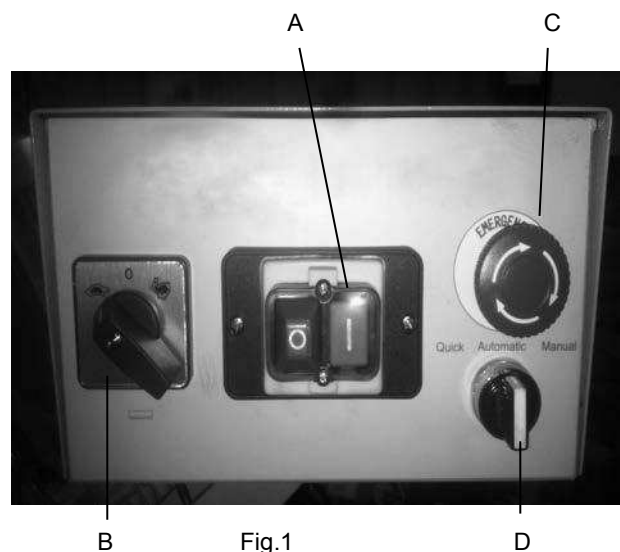
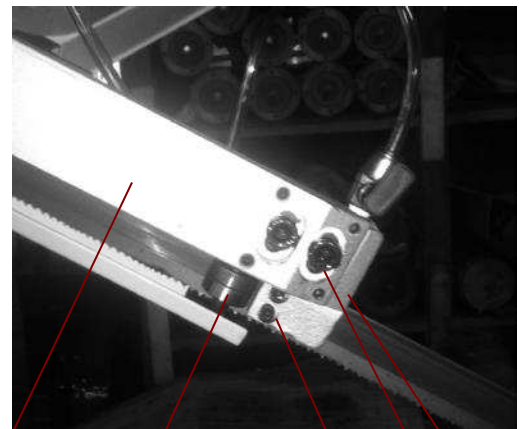

Fig.1
Fig. 2
1. Drücken Sie den grünen Schalter (A) Fig.1 zum einschalten der Maschine
Drehen Sie Schalter (D) auf "Quick" , drücken den Schalter (A)(Fig.2),nun können Sie den Bandarm auf die Höhe des zu schneidenden Materials stellen.
Drehen Sie Schalter (D) (Fig 1) auf "Automatic" , drücken den Schalter (A)(Fig.2), die Maschine startet und sägt automatisch bis zum Abschaltpunkt unten.
Drehen Sie Schalter (D) (Fig 1) auf "Manual " , drücken den Schalter (A) (Fig.2), die Maschine ist nun bereit zum manuell sägen .
A Fig.2
Lösen Sie die Schraube (A) (fig.2). Schieben Sie die Bandführung in die gewünschte Position. Ziehen Sie die Schraube wieder fest (A).